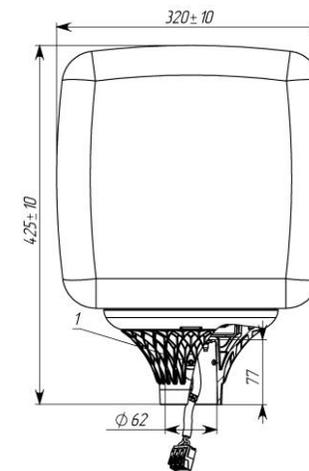
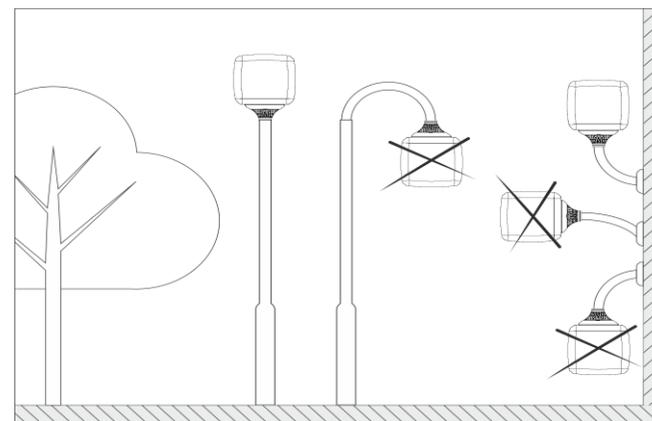

Рисунок 2
Рисунок 3
2.1 Светильники торшерные серии GALAD Одиссей LED-40 (Рисунок 2) предназначены для функционально-декоративного освещения парков, скверов, бульваров, зон отдыха, территорий микрорайонов, коттеджных посёлков.
5.1 Светильник устанавливаются на трубу диаметром 50...60 мм **рассеивателем вверх** (Рисунок 3) «Разрешенные пространственные положения установки светильника Одиссей LED» и закрепляют тремя болтами М6 (поз.1 Рисунок 2) с усилием затяжки 3,5 – 4 Н.м.